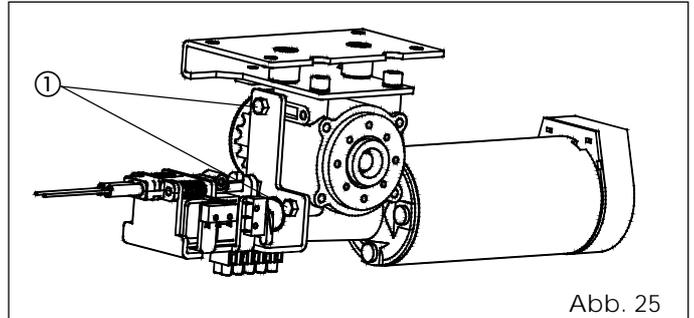

Abb. 25
- Die Motorsperre mit den zwei mitgelieferten Schrauben gemäß Abbildung 25 - Bez. ① montieren.